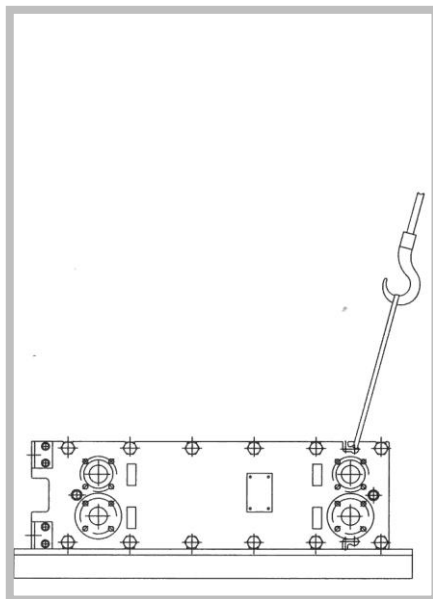

Figure 22
2. Fixez des élingues appropriées dans les œillets de suspension prévus sur les plaques de la structure (Figure 22). L'utilisation de chaînes de suspension est interdite. L'ECP risque d'être endommagé et de glisser.